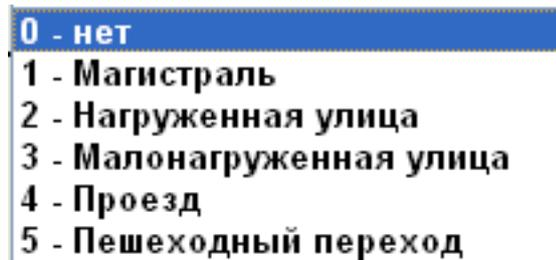

Рисунок 27
- в поле "Статус пересечения", при нажатии на кнопку , открывается список (рис. 27), из которого необходимо выбрать пункт (подвести курсор "мыши" к нужной строке списка и щелкнуть левой кнопкой "мыши" по выбранной строке);
- на каждый из четырех входов ("А", "В", "С", "Д") заполнить поле "Название входа", то есть, внести название улицы и в поле "Статус входа" выбрать из списка (см. рис.27) необходимое значение.